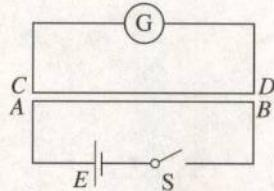

图 4.3-9 判断 CD 中感应电流的方向
- 如图4.3-9所示，导线AB与CD平行。试判断在闭合与断开开关S时，导线CD中感应电流的方向。